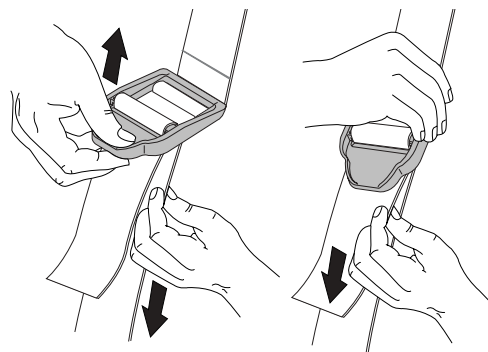

Fig. 9
- Para extender el arnés, tire la correa hacia abajo levantando, al mismo tiempo, el extremo de hebilla (Fig. 9).
- Para acortar el arnés haga deslizar la correa por la hebilla, sujetando la hebilla (Fig. 9).